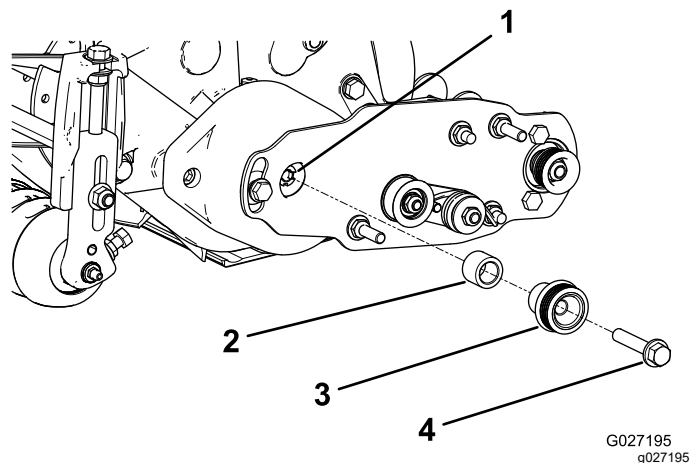

Figura 15
1. Inserite il distanziale sull'albero dell'alloggiamento del cuscinetto (Figura 15).
2. Inserite la puleggia motrice nel distanziale e sull'albero di trasmissione (Figura 15).
3. Fissate la puleggia all'albero di trasmissione con un bullone a testa flangiata (3/8" x 2"); fate riferimento alla Figura 15.